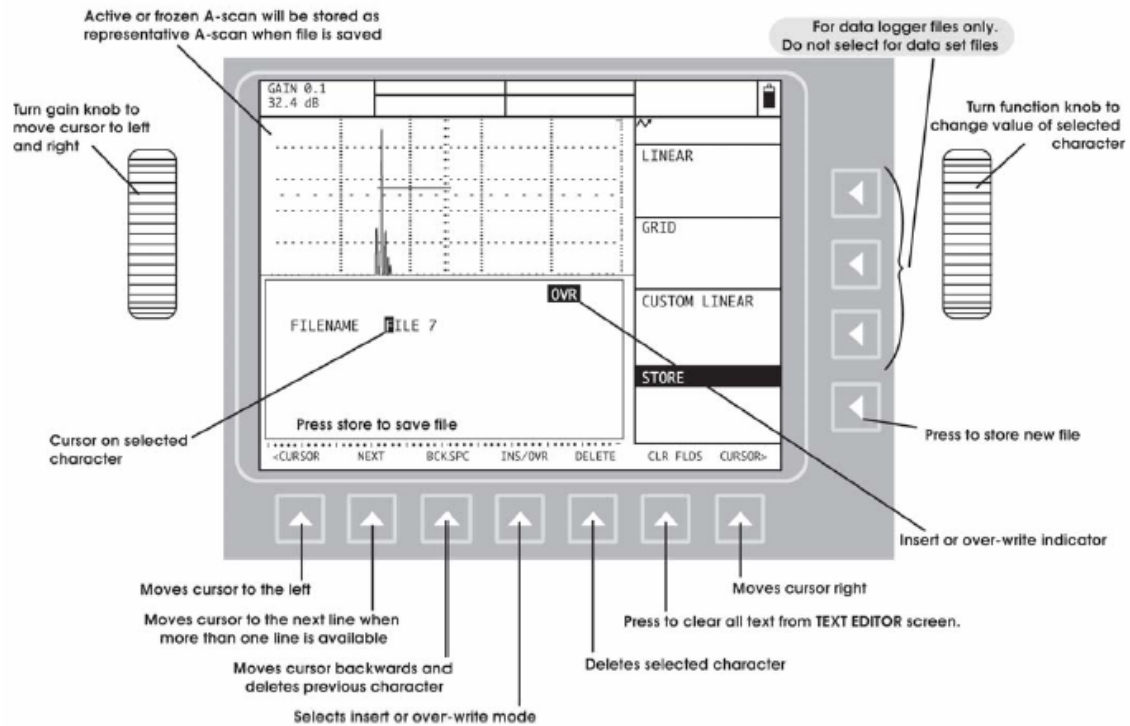

Figura 5-2 La pantalla “Text Entry” permite la rápida entrada o la edición de los nombres de los archivos y otras etiquetas alfanuméricas.
Paso 3 – El usuario notará que el botón de pantalla contiene un nombre de archivo (la palabra FILE seguida por un numeral). Este nombre puede ser ajustado usando la característica "Text Entry" (entrada de texto) (ver descripción en la Figura 5-2).
Paso 3 – El usuario notará que el botón de la pantalla contiene un nombre de archivo (la palabra FIEL seguida por un número). Este nombre puede ser ajustado usando la función “Text Entry” (ver descripción en la Figura 5-2).